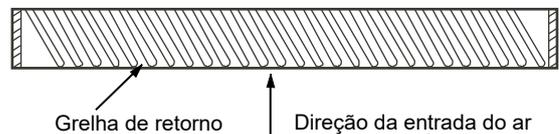

Figura 2.4
2. Não deve haver nenhum ângulo entre grelha de entrada de ar e a direção da entrada de ar, caso contrário, o nível de ruído aumentará. Por exemplo, o método utilizado na montagem da grelha de entrada de ar na Figura 2.4 está incorreto.